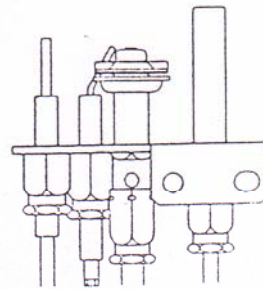

fig. 5
- Démontez la veilleuse en l'enlevant de son support. (fig. 5).
- Dèmontez le raccord de la veilleuse et retirez l'injecteur de l'intérieur(fig. 5). Placez celui qui correspond selonce quui est indiqué dans la tabnle des caractéristiques.